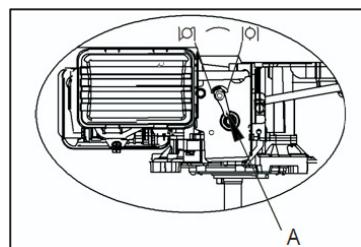

Fig. 2B A. Gashendel
b) Zet de gashendel in de chokstand . (Fig 2B)